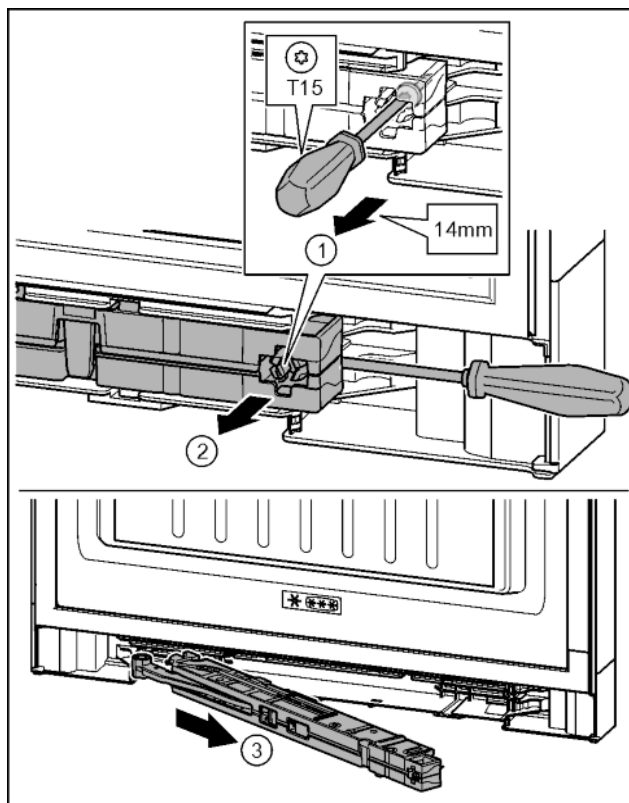

Fig. 19
► Ослабить винт на узле амортизатора с помощью отвёртки T15 примерно на 14 мм. Fig. 19 (1)
► Переместить отвёртку со стороны ручки за узел амортизатора. Повернуть узел вперед. Fig. 19 (2)
► Вытащить узел амортизатора. Fig. 19 (3)